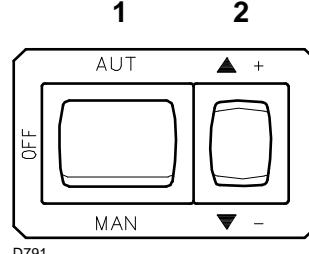
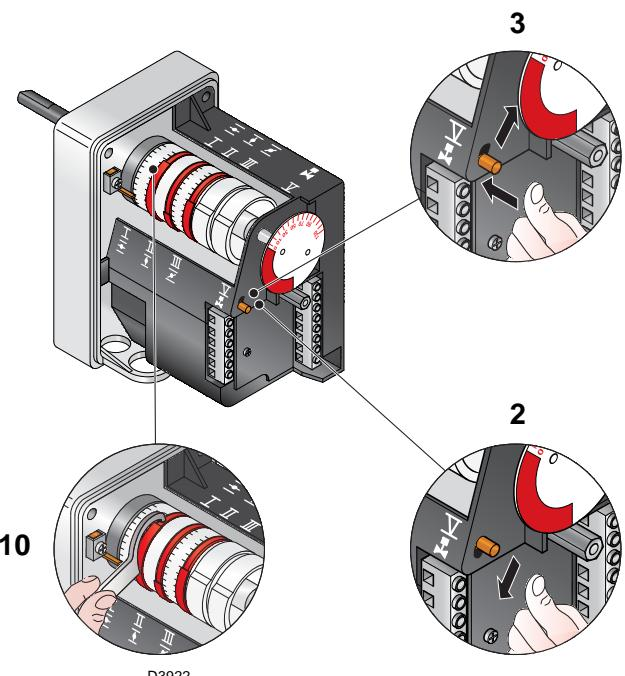

Fig. 27
Fig. 29
Cerrar los termostatos/presostatos y poner el interruptor de la Fig. 27 en la posición "MAN".
Apretar ahora el pulsador 2)(Fig. 27) "aumento de potencia" y mantenerlo apretado hasta que el servomotor haya abierto el registro del aire y la válvula de mariposa del gas.
Presionar el botón 2)(Fig. 27) "disminución de potencia" y mantenerlo apretado hasta que el servomotor haya cerrado el registro del aire y la válvula de mariposa del gas hasta 65° (ajuste de fábrica).
- Si es necesario disminuirlo, reducir un poco el ángulo de la leva III (Fig. 29) mediante cortos desplazamientos consecutivos, es decir, pasando del ángulo 65° a 63° - 61°....
- Si se desea aumentarlo, pulsar un poco el pulsador "aumento de potencia" 2)(Fig. 27) (abrir de 10-15° la válvula de mariposa del gas), aumentar el ángulo de la leva III (Fig. 29) mediante cortos desplazamientos consecutivos, es decir, pasando del ángulo de 65° a 67° - 69°....
pulsar un poco el botón "aumento de potencia" 2)(Fig. 27) para que el servomotor gire aproximadamente 15°. Regular los tornillos hasta obtener una combustión óptima. Proceder del mismo modo con los demás tornillos. Prestar atención para que la variación del perfil de la leva sea progresiva.
Apagar el quemador mediante del interruptor 1)(Fig. 27), posición OFF, desbloquear la leva 4 del servomotor, presionando y desplazando hacia la derecha el pulsador 3), y comprobar varias veces, haciendo girar con la mano la leva 4) hacia adelante y hacia atrás, que el movimiento sea suave y sin atascos.